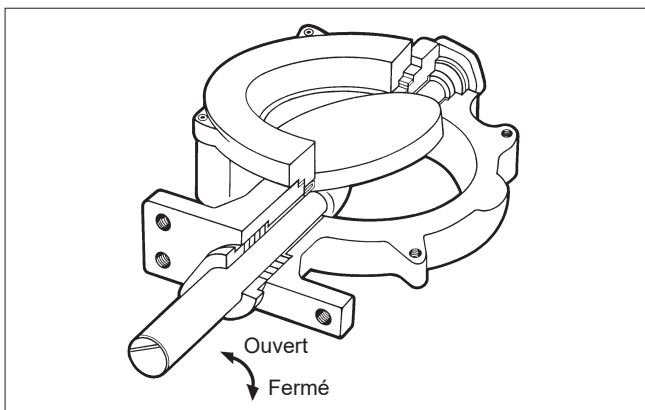

Fig. 13 Vérification de la ligne de contact entre le disque et le siège
- Centrer soigneusement le joint de siège (4) dans sa gorge de logement et faire tourner le disque de manière à maintenir un contact léger avec le siège.
- Mettre en place l'anneau de bridage et serrer légèrement les vis (27).
- Serrer les vis (27) de façon régulière. Irrégulièrement serrée, la bride peut endommager le joint de siège.
- Vérifier la position relative du joint de siège et du disque. La vanne ferme dans le sens horaire (cf. figure 13).
- Enfoncer les axes dans les alésages du disque. Aligner les trous de logement des goupilles. La position de l'axe (13) doit être conforme à celle indiquée sur la figure 13.
- Mettre en place le joint de corps (19) et l'anneau de bridage (2). Cf. 5.4.
- Vérifier la ligne de contact entre le disque et le siège (cf. fig. 13).